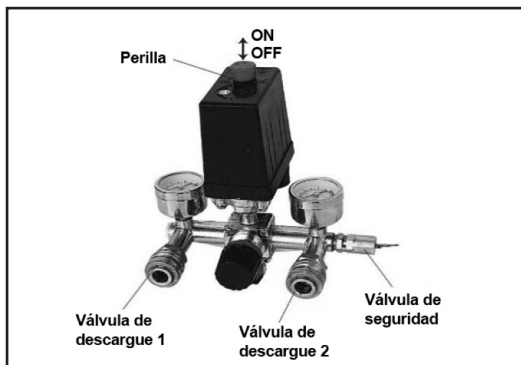

Fig. 2
6. Abra la válvula de salida, ponga en posición de encendido la perilla del presostato (fig.2), deje que el compresor funcione durante 10 minutos sin carga, para asegurar la lubricación de la parte móvil antes de un servicio regular.